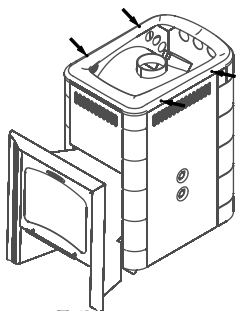

Рисунок 7. Винты для демонтажа рамки конвектора печи «Ангара 2012 Витра»
1. Снять рамку конвектора, открутив 4 самореза (рисунок 7).